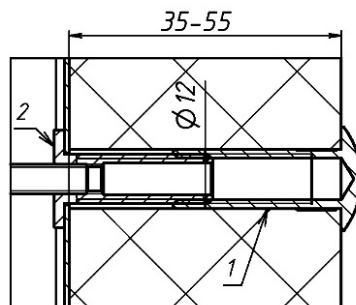

Рисунок 2
При монтаже якоря на полотне двери со сквозным отверстием применяется втулка резьбовая (1) (рисунок 2). Диаметр отверстия под втулку резьбовую – 12 мм.